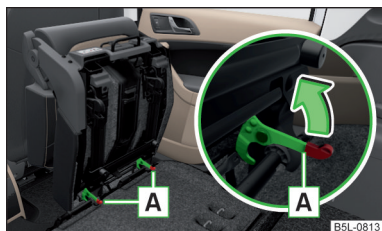

Fig. 65
- › Verrouillez le siège à l'extrémité du guidage en appuyant sur les verrous du siège [A] dans le sens de la flèche » fig. 65.
- › Si le siège est démonté, posez-le d'abord sur le guidage et verrouillez-le avec les verrouillages de siège [A] » fig. 65 à la page 75. Assurez-vous que le siège est correctement verrouillé en le tirant vers le haut.